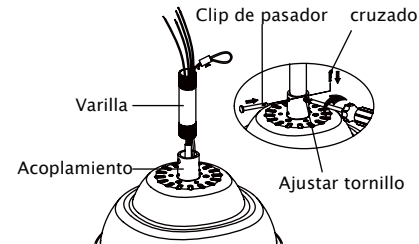

Fig. 8
Paso 4. Alimente con cuidado los cables del ventilador y el cable de seguridad a través de la varilla descendente. Enrosque la varilla descendente en el acoplamiento del motor hasta que los orificios del pasador transversal estén alineados. A continuación, vuelva a colocar el pasador cruzado y el clip, y apriete ambos tornillos de fijación. (Fig. 8)